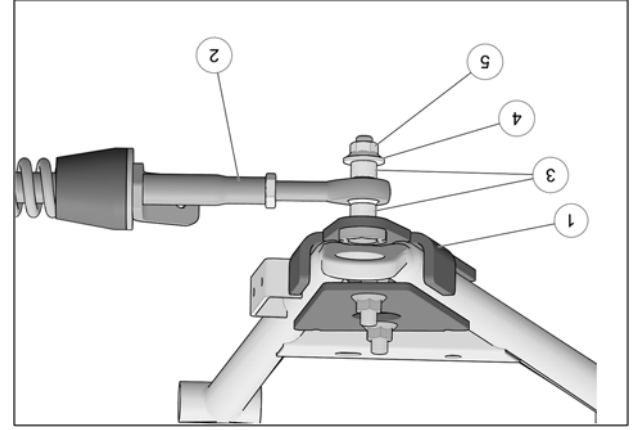

Fig. 18
9. Fixer le bras stabilisateur (2) au boulon déjà installé sur l'ancrage de suspension (1) à l'aide des deux espaces (3), de la rondelle (4) et de l'écrou autobloquant (5). Serrer à un couple de 70 N•m [52 lb•pi]. Voir la Fig. 18